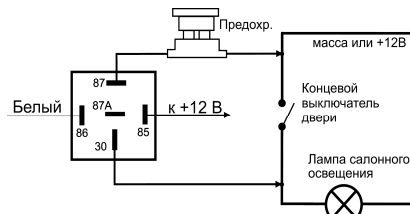

Рис.7. Подключение к салонному освещению.
**Белый** провод – выход управления салонным освещением, активизирующийся при выключении режима охраны (появляется сигнал "масса" длительностью 30 секунд), а также при срабатывании тревоги (периодический сигнал на время тревоги). Максимальная нагрузка данного выхода – 200 мА. Возможный вариант подключения к салонному освещению с использованием дополнительного реле показан на Рис. 7.